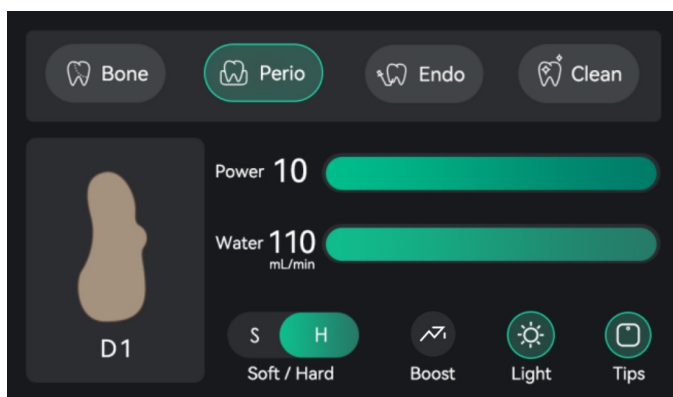

Рис. 9
Как показано на Рис. 9, когда в зеленой рамке выбрано название режима «Perio», устройство находится в пародонтологическом режиме. В этом режиме функциональные кнопки соответствуют тем же, что и в режиме резки кости.
7.2.2 Функция PERIO (Рис. 9)